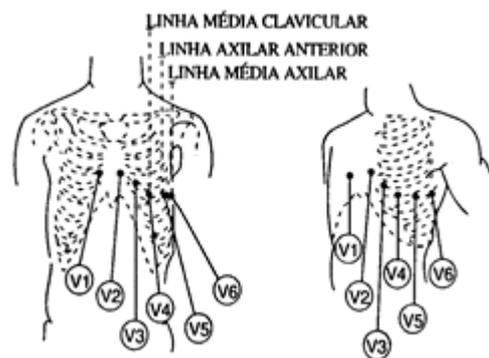

Fig. III. 2.2b - Colocação dos eletrodos precordiais
Obs: O eletrodo precordial deverá ser inicialmente posicionado em V1, conforme figura III. 2.2b.
8. Trocar o *eletrodo* precordial de posição, conforme figura III. 2.2b, para a próxima *derivação* precordial indicada no papel;
¹¹ O cabo de paciente do ECG 6 possui apenas um eletrodo precordial, que deve ser posicionado no corpo do paciente de acordo com a figura abaixo (fig. III. 2.2b), para se obter as derivações precordiais V1 a V6 conforme desejado.